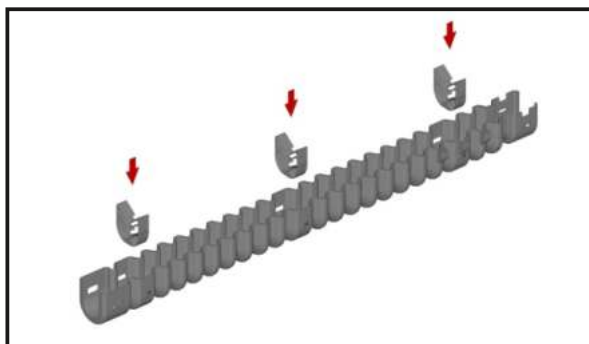

Рис. 3.
5.3.3. Укомплектовать каждый гофр-рукав клипсами в количестве 3 шт., установив их в местах согласно схеме (Рис. 3).